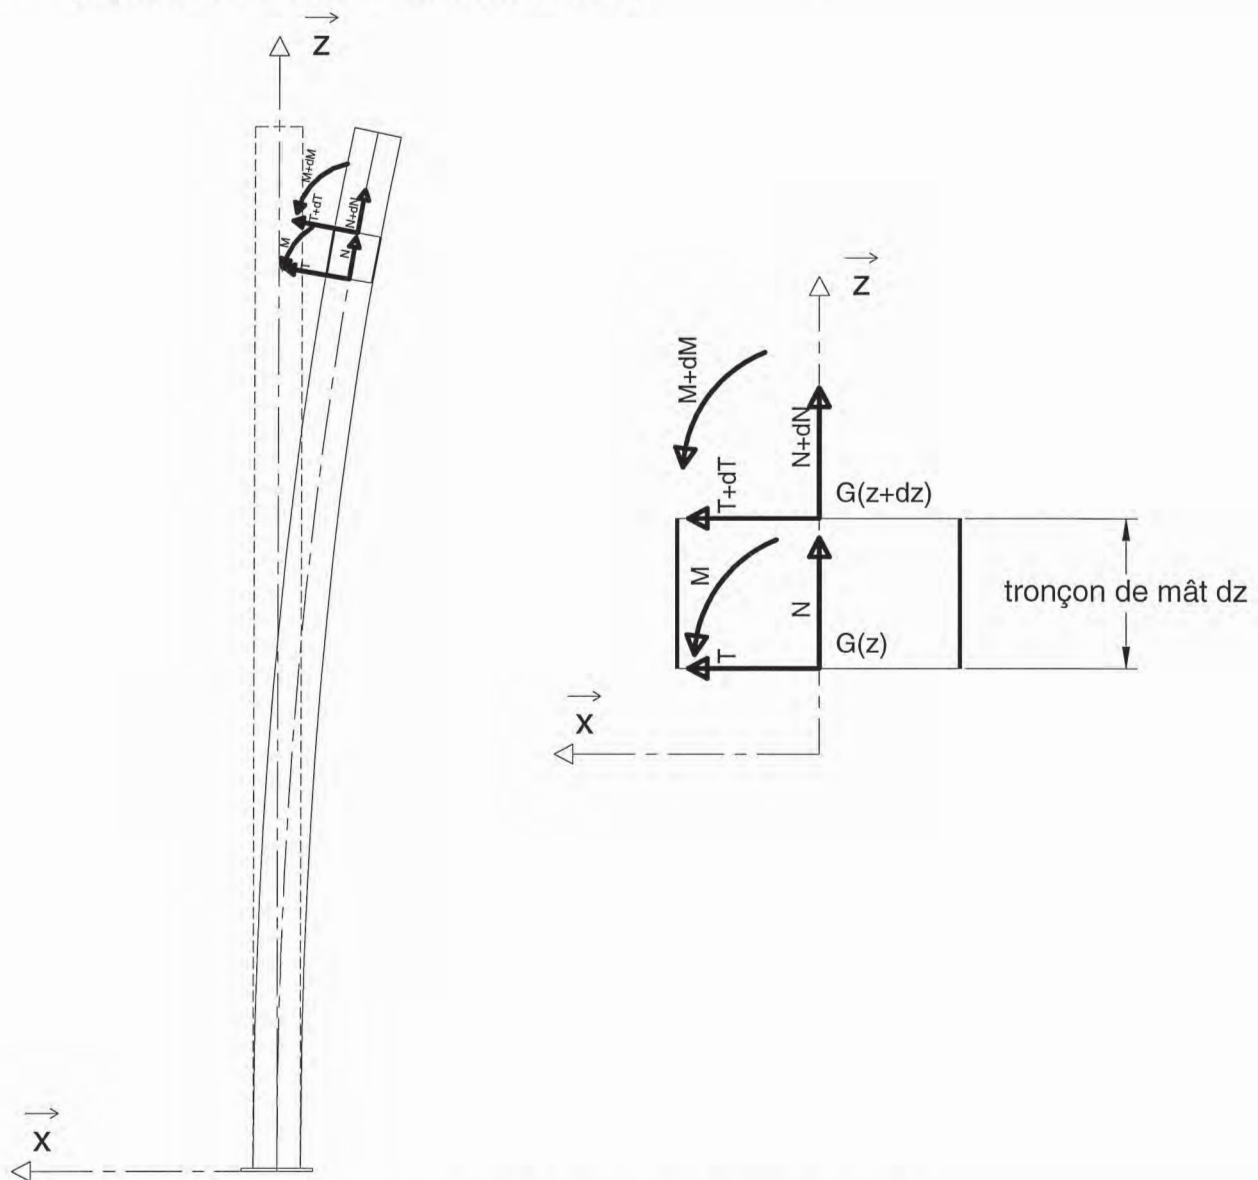

Figure 13 : mât et tronçon de mât déformé
- les paramétrages du mât et d'un tronçon de mât sont fournis figure 13 ;